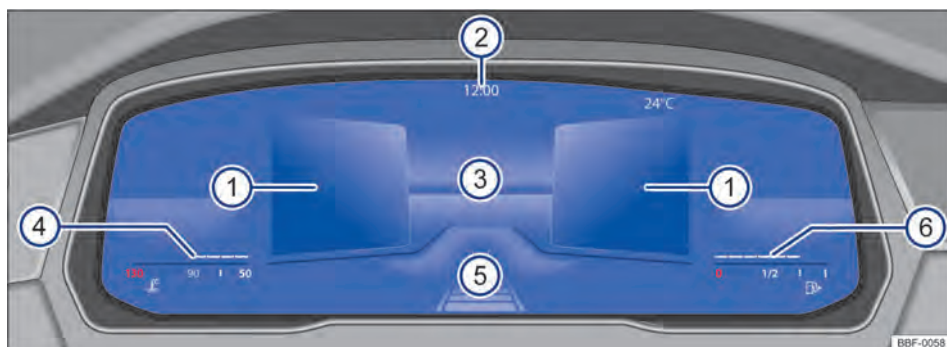

Fig. 12 Active Info Display (variante 2) no painel de instrumentos.
Explicações sobre os instrumentos → **Fig. 12**:
A exibição principal → **Fig. 12** ③ pode ser alterada pressionando o botão **[View]** no volante multifunções. A representação na área de indicação pode exibir as seguintes vistas:
- **Resumo**: após o encerramento da prontidão para condução: exibição de informações sobre o status do veículo nas áreas ①, por exemplo, posição do hodômetro total.